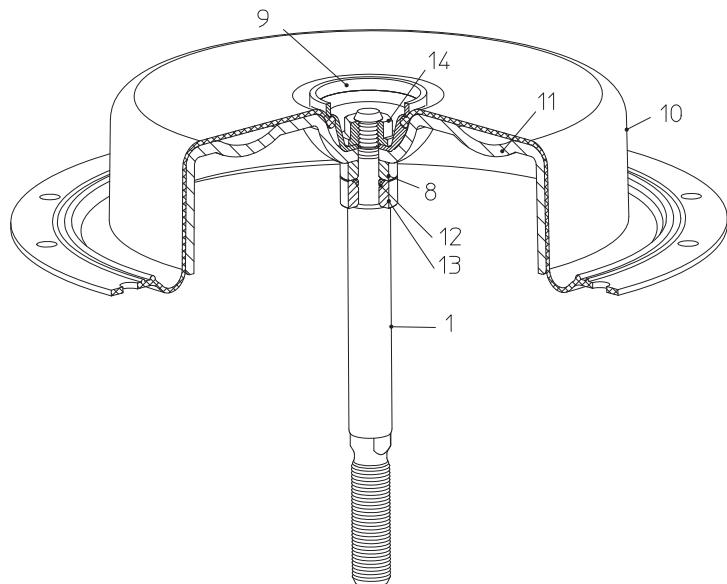

Рис. 22: „шпиндель привода втягивается за счет силы пружины“
- При установке узла в привод с принципом действия “шпиндель привода втягивается за счет силы пружины” выпуклость мембранный тарелки (11) должна располагаться на одной линии с отверстием в закатывающейся мембране (10) и находиться точно над воздушным патрубком в кожухе мембранны (18) (Рис. 22 и Рис. 23).